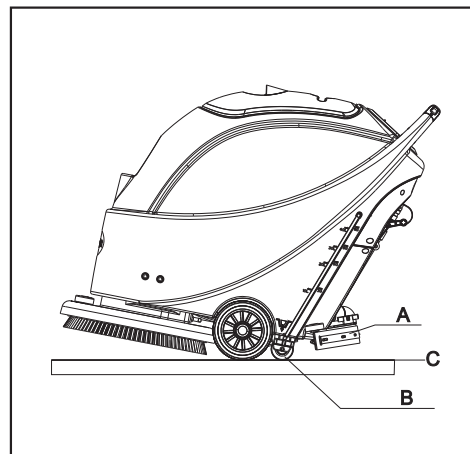

FIGURE 12
8. Relâchez l'interrupteur de sécurité (1) de façon à arrêter la brosse ou le porte-disque et à couper l'électrovalve.
9. Appuyez sur l'interrupteur d'aspiration (42) pour le mettre en position Arrêt ("Off") ; l'aspiration s'arrête au bout de 5 secondes.
10. Appuyez sur l'interrupteur de commande de solution (44) pour le mettre en position Arrêt ("Off") de façon à couper complètement l'arrivée de solution.
11. Appuyez sur l'interrupteur principal (41) pour le mettre sur la position "Off".
12. A l'aide de la poignée de réglage de la raclette (14), relevez la raclette.
13. Saisissez la poignée (2) et inclinez doucement la machine vers l'arrière, jusqu'à ce que la roue de guidage (B) touche le sol. Voir Figure 12.